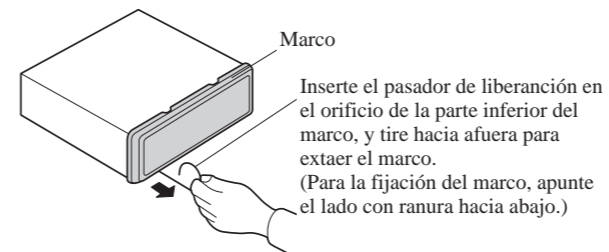

Fig. 7
**1. Quite el marco. (Fig. 7)**